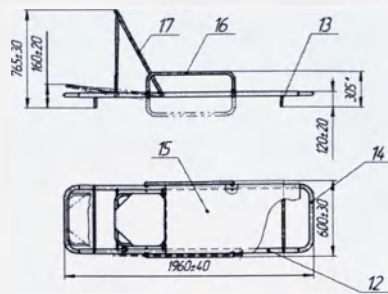

Рисунок 2. Носилки жесткие НЖ-2ММ
4.4. На подвижной верхней раме 6 установлены съемные жесткие носилки НЖ-2ММ 2, состоящие из (см. рисунок 2):